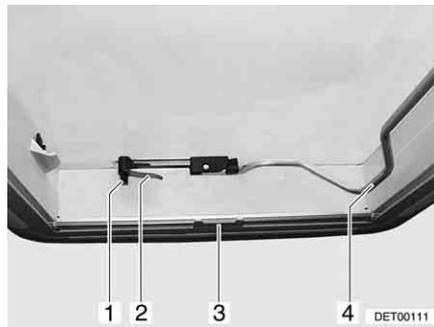
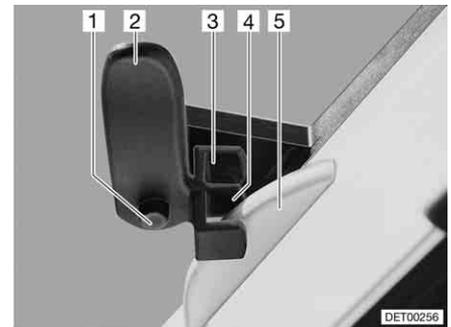

Fig. 72 Claraboya Heki, cerrada
Fig. 73 Claraboya Heki en posición de ventilación 1
- Pulsar el botón de seguridad (Fig. 72,1) y girar la palanca de bloqueo (Fig. 72,2) un cuarto de vuelta hacia dentro.
- Tirar hacia abajo de la horquilla (Fig. 72,4) para desbloquearla.
- Girar la palanca de bloqueo (Fig. 72,2 y Fig. 73,2) un cuarto de vuelta. El saliente del bloqueo del techo (Fig. 73,5) debe encajar en la horquilla de bloqueo superior (Fig. 73,3).
- Presionar el botón de seguridad (Fig. 73,1) y girar hacia atrás la palanca de bloqueo (Fig. 73,2). El saliente del bloqueo del techo (Fig. 73,5) debe encajar en la horquilla de bloqueo inferior (Fig. 73,4).